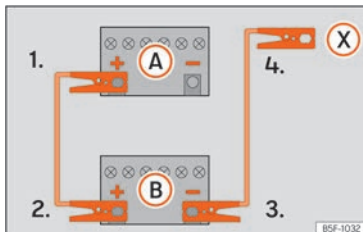

Abb. 42 Anschlusschema für Fahrzeuge ohne Start-Stopp-System.
zeugs mit der entladenen Fahrzeugbatterie (A) »» » **Abb. 42**.
3. Klemmen Sie das andere Ende des roten Starthilfekabels an den Pluspol (+) des Strom gebenden Fahrzeugs (B).
- 4a. Bei Fahrzeugen ohne Start-Stopp-System: klemmen Sie ein Ende des schwarzen Starthilfekabels an den Minuspol (-) des stromgebenden Fahrzeugs (B) »» » **Abb. 42**.